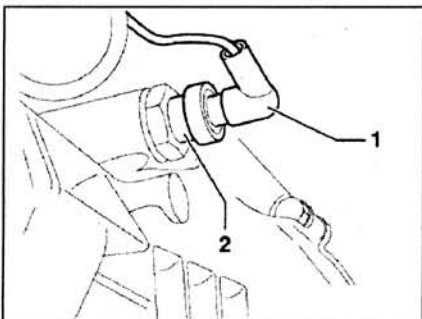

Рис. 4.22. Открутите гайку крепления провода 1 к выключателю фонарей заднего хода 2.
11. Открутите гайку крепления провода 1 к выключателю фонарей заднего хода 2 и снимите провод (рис. 4.22).